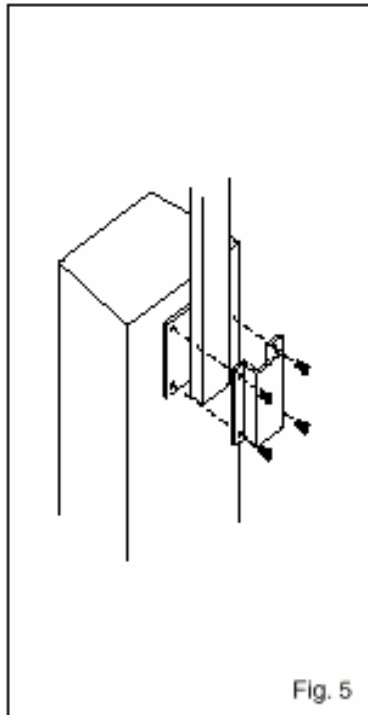

Fig. 5
См. Таблицу 1 для выбора пружины в соответствии с полезной длиной стрелы и наличием или отсутствием оснастки. Пружины должны быть выбраны таким образом, чтобы при выключенном двигателе и разблокированном редукторе стрела, поднятая на угол 45 градусов, оставалась неподвижной или медленно поднималась вверх (рис. 5).
5. Закрепите стрелу шлагбаума как показано на рис.5 и установите ее в горизонтальное положение. Если используются навесные аксессуары (резиновый профиль, висячая опора, шторка и т.п.), то установите их.